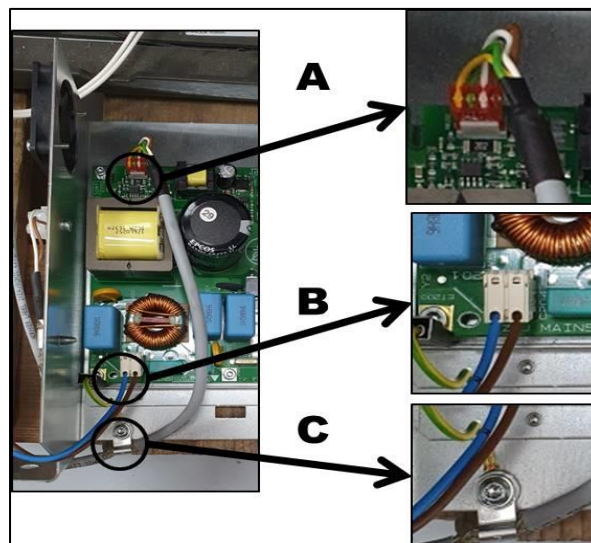

Fig.2.5
8. Débranchez le câble de communication **A** (Fig.2.5).
9. Débranchez les câbles de communication **B** (Fig. 2.5).
10. Dévissez le câble de communication **C** (Fig. 2.5).